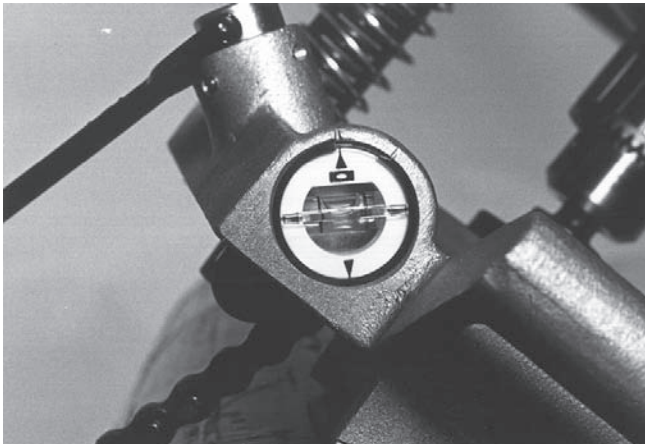

Рис. 6 – Станок для вырезания отверстий модели HC-450 с ампулой уровня
4. На основании станка для вырезания отверстий HC-450 имеется ампула уровня, которую можно использовать для выравнивания серии вырезаемых отверстий. После установки станка для вырезания отверстий под требуемым углом ампулу уровня можно повернуть в горизонтальное положение, при этом последующие отверстия будут вырезаться под одинаковым углом благодаря выравниванию по горизонтали станка для вырезания отверстий с помощью ампулы уровня. (См. рис. 6.)